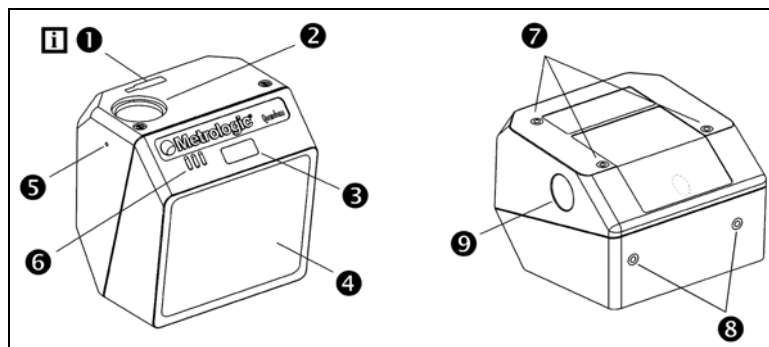

図1a. スキャナー構成部品
1. ケーブルのそばの QuantumE の脇にある小さな「ピンホール」を見つけます。（図 1a のアイテム 5）